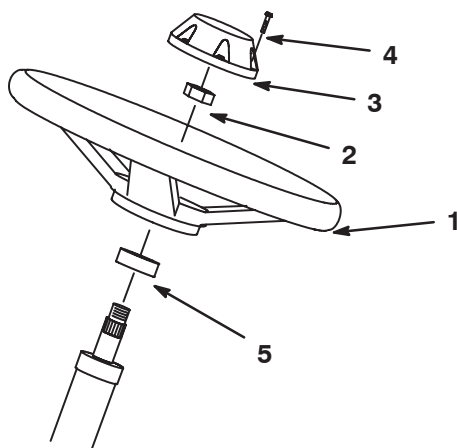

Bild 5
2. Nehmen Sie die Sicherungsmutter von der Lenkwelle ab. Schieben Sie die Schaumdichtung und das Lenkrad auf die Lenkwelle (Bild 5).
4. Befestigen Sie den Deckel mit der Schraube am Lenkrad (Bild 5).